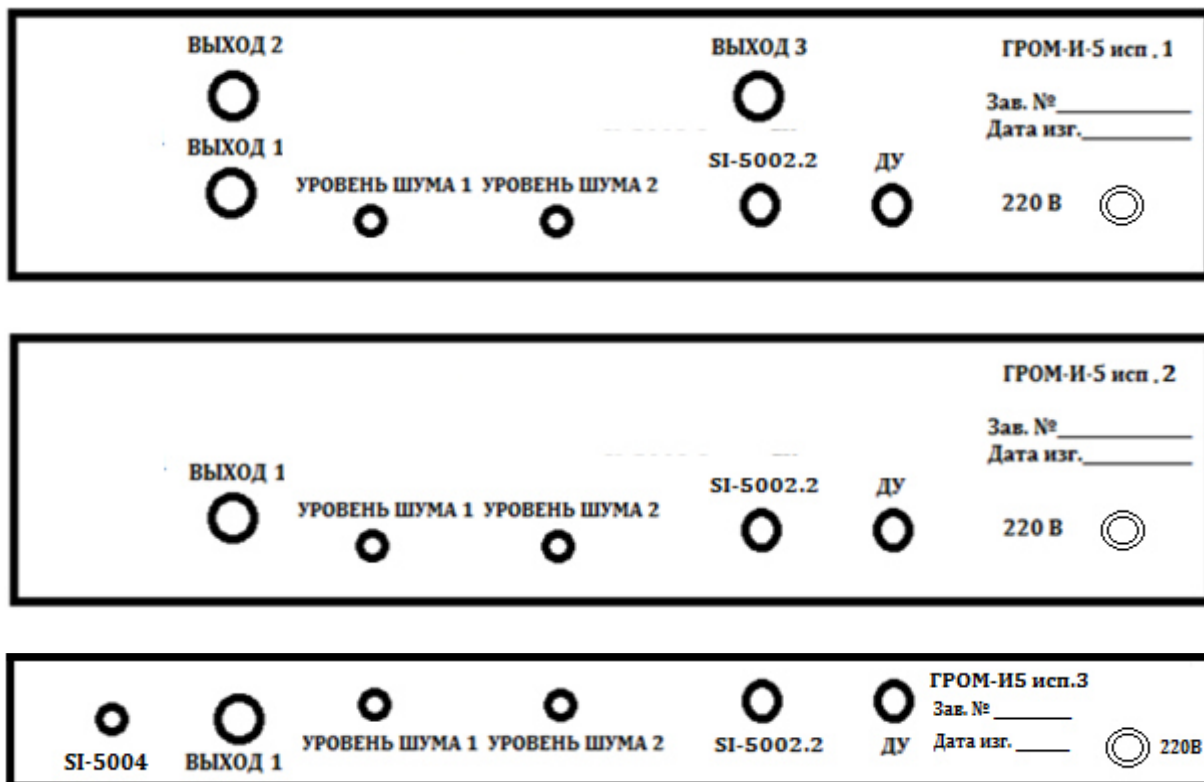

Рисунок 2 – Внешний вид задней панели
1.5. На задней панели корпуса генераторного блока (рисунок 2) расположены: